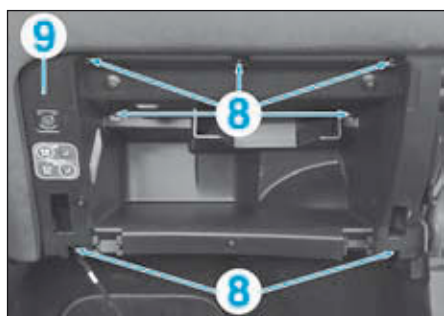

FIG.16
- Déposer les vis (8) (Fig.16).
- Déposer la boîte à gants (9).